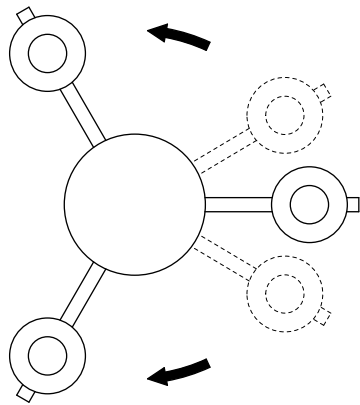

Figura 1
- 1) Gire los brazos del artefacto a la posición correcta como se muestra en la figura (Figura 1).